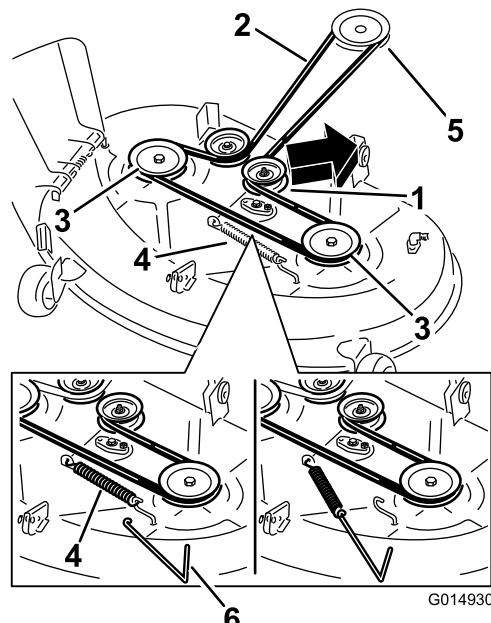

Figura 68
4. Utilize um removedor de molas, remova a mola intermédia do gancho da plataforma para retirar tensão da polia intermédia e role a correia para fora das polias (Figura 68).
5. Coloque a nova correia em redor da polia do motor e nas polias do cortador (Figura 68).
6. Utilize um removedor de molas, instale a mola intermédia por cima do gancho da plataforma para colocar tensão da polia intermédia e na correia do cortador (Figura 68).